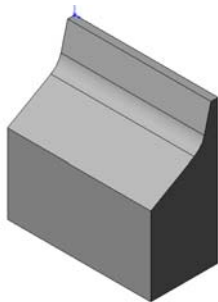
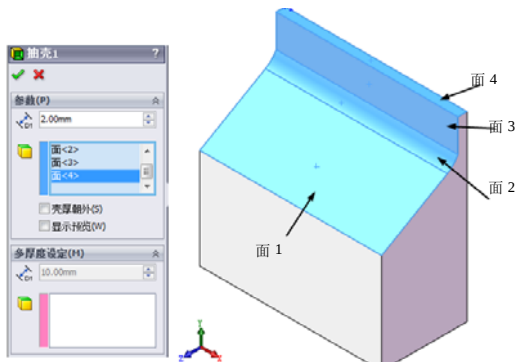

图 1-54 切除后的零件
图 1-55 选择要挖除的面
⑭新特征[切除—拉伸]出现在特征管理器设计树中。单击标准前导视图控制栏中的等轴测按钮，采用等轴测视图观看零件，如图 1-54 所示。
①单击[特征]控制面板上的[抽壳]按钮，或选择[插入] | [特征] | [抽壳]命令。[抽壳 1]特性管理器便出现。
②单击此零件的面，所选面即出现在[移除的面]显示框中，如图 1-55 所示。
③在[参数]栏的厚度微调框内抽壳厚度为 2mm，然后单击按钮。抽壳操作会移除